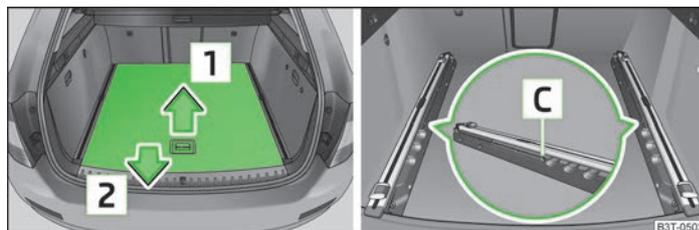
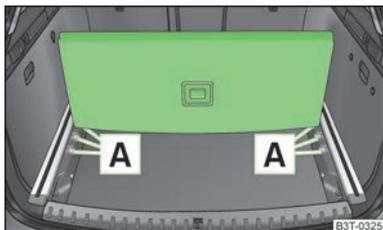

Abb. 72 Gepäckraum: variablen Ladeboden teilweise herausziehen
Abb. 73
- Den hinteren Teil des variablen Ladebodens am Griff anfassen, etwas in Pfeilrichtung **1** anheben » Abb. 72 und über den Stoßfänger in Pfeilrichtung **2** herausziehen, bis er in der Öffnung **C** einrastet » Abb. 72.
- Den hinteren Teil des Bodens im Griff anfassen, in Pfeilrichtung **1** anheben » Abb. 72 auf Seite 80 und den hinteren Rand in eine der Öffnungen **A** einsetzen » Abb. 73.